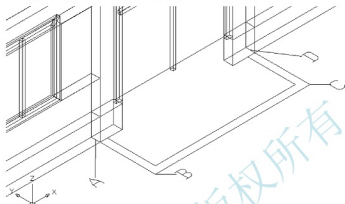

图 6.38 打开【阳台】图层
将【阳台】图层打开并创建新图层【阳台 1】，同时将【阳台 1】图层设为当前层，如图 6.38 所示。注意，当前坐标系为世界坐标系。
- (1) 执行【ELEV】命令，设置默认标高为“0”，设置默认厚度为“300”。
- (2) 启动【多段线】命令（快捷键 PL）。
- (3) 在指定起点：提示下，捕捉如图 6.38 所示的 A 点作为多段线的起点。
- (4) 在指定下一个点或 [圆弧(A)/半宽(H)/长度(L)/放弃(U)/宽度(W)]: 提示下，输入“W”后按 Enter 键。
- (5) 在指定起点宽度<0.0000>: 提示下，输入“200”。
- (6) 在指定端点宽度<200.0000>: 提示下，按 Enter 键执行尖括号内的值“200.0000”。
- (7) 在指定下一点或 [圆弧(A)/闭合(C)/半宽(H)/长度(L)/放弃(U)/宽度(W)]: 提示下，依次捕捉如图 6.38 所示的 B、C 和 D 点。